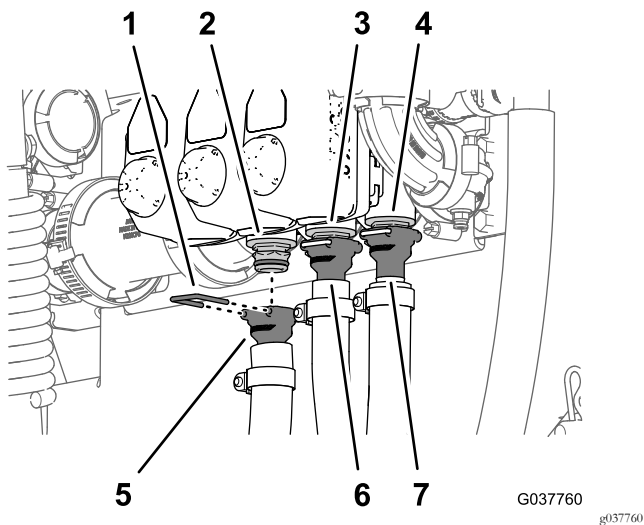

图84
- 将左喷洒臂供水软管的直通宝塔接头组装到左喷洒臂段阀的快速连接接头上 图84。
3. 使用随软管提供的卡环将直通宝塔接头固定到快速连接接头上图84。